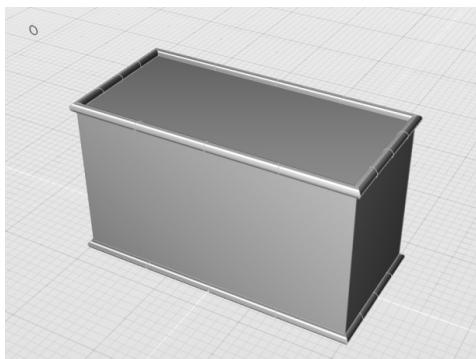

图 3-108 基于提取边线绘制管道曲面
5) 这里可以尝试使用“管道”工具，绘制另外一个圆作为管道截面，生成的曲面如图 3-108 所示。